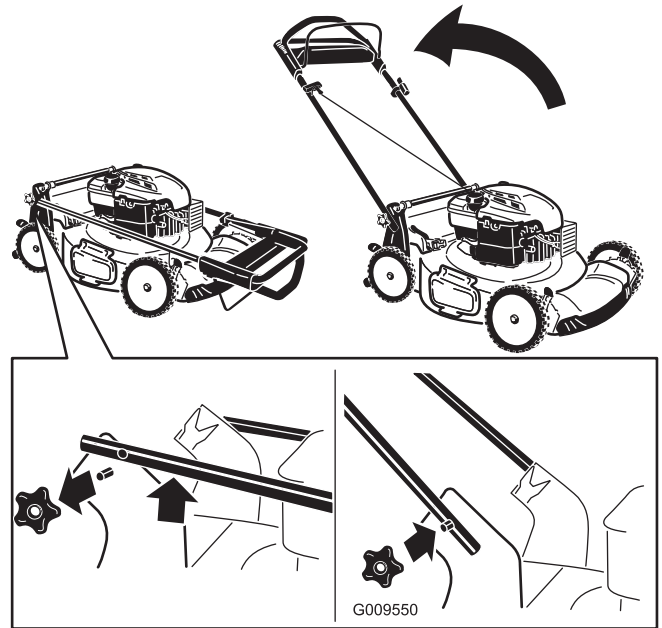

Figura 4
1. Retire los pomos del manillar de la carcasa de la máquina (Figura 4).